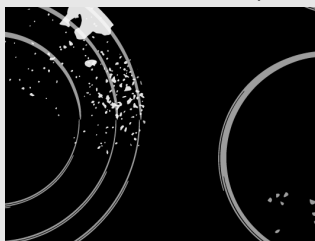

рис. 3
Варочную поверхность **очищайте мягкой тряпкой и мыльным раствором**. Затем протрите чистую поверхность насухо (рис. 3).
**Пятна от воды** можно удалить с помощью слабого раствора уксуса. Этим раствором нельзя протирать рамку прибора (в некоторых моделях), так как она потеряет блеск. Для удаления известкового налета нельзя использовать агрессивные спреи и чистящие средства (рис. 3).
**Небольшие загрязнения** можно устранить мягкой влажной тряпкой. Затем протрите чистую поверхность насухо (рис. 3). **Сильные загрязнения** удаляются с помощью специальных средств для ухода за стеклокерамическими поверхностями.
- ⚠ **Проверьте, чтобы на стеклокерамической поверхности не осталось следов чистящего средства, так как при нагреве оно может приобрести агрессивные свойства и привести к изменениям структуры стеклокерамической поверхности (рис. 3).**